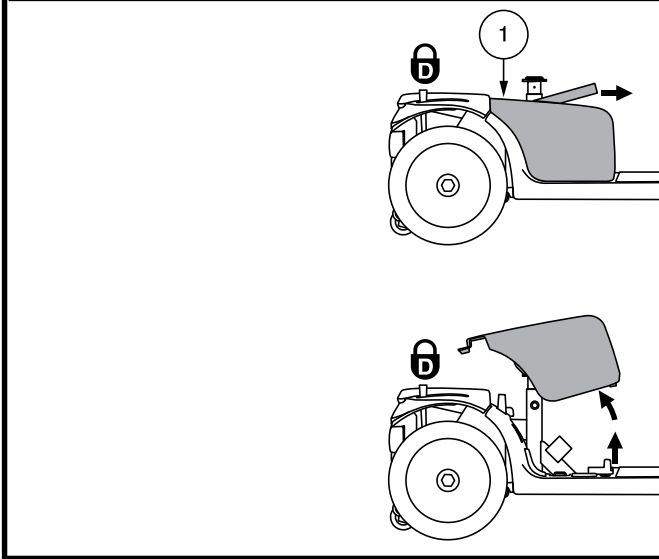

Abb. 10. Entfernung/Ersetzung der Abdeckung
1. Entfernen Sie den Sitz und die hintere Abdeckung. **Siehe Abb. 10.**